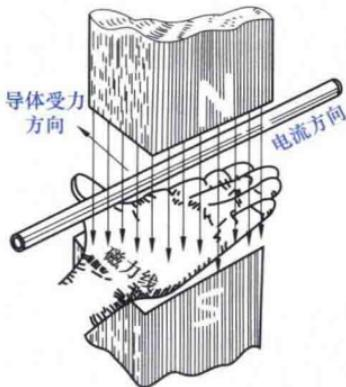

图 1-6 左手定则
(7) 自感——由于线圈本身电流的变化，在线圈内引起电磁感应称为自感。产生的电动势和电流，称为自感电动势和自感电流。
(8) 互感——两个相互靠近的线圈，当一个线圈内的电流发生变化时，引起邻近另一个线圈内的磁通变化，产生感应电动势的现象称为互感。这种感应电动势和感应电流叫互感电动势和互感电流。变压器便是利用互感的原理来制作的。
(9) 电感——电感是自感和互感的统称。
(10) 涡流——当块状导体放在变化的磁场中，或在磁场中运动时，导体内将产生感应电流。这种电流在导体内自成闭合回路，很像水的漩涡，故称为涡流。
(11) 磁化——线圈中的铁芯，在线圈通电后，其本身从无磁性到出现磁性，这一现象称为磁化。
(12) 磁导率——物质的导磁性能称为磁导率，用符号“ $\mu$ ”表示。
(13) 磁场强度——磁感应强度与磁导率的比值，即  $H=B/\mu$ 。用符号“ $H$ ”表示，其单位是安/米 (A/m)。
(14) 磁滞——磁感应强度  $B$  的变化要滞后于磁场强度  $H$  的变化，这种现象称为磁滞。
(15) 左手定则——载流导体在磁场中会受到电磁力的作用。电磁力的方向由左手定则确定，即张开左手，使拇指和其余四指垂直，让磁力线垂直穿过手心，四指与电流的方向一致，则拇指所指的方向即为磁力线的方向。如图 1-6 所示。